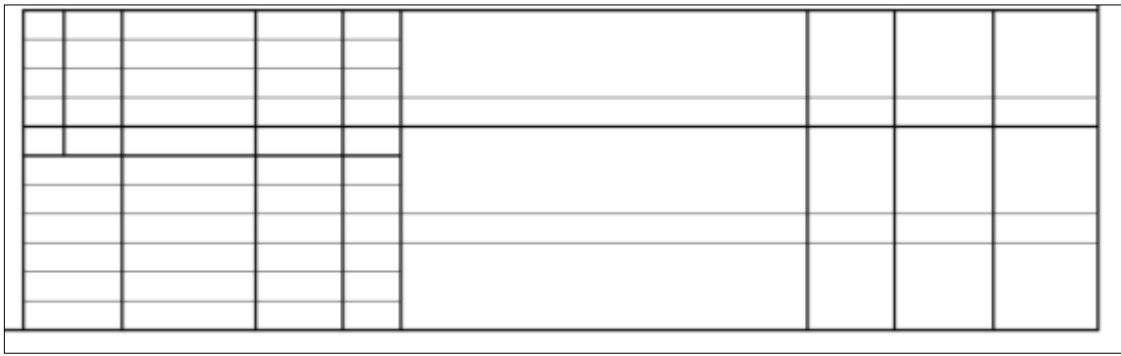

Рис. 2.10
5. Удлините горизонтальные линии, как на рис. 2.10, используя команду «Удлинить».